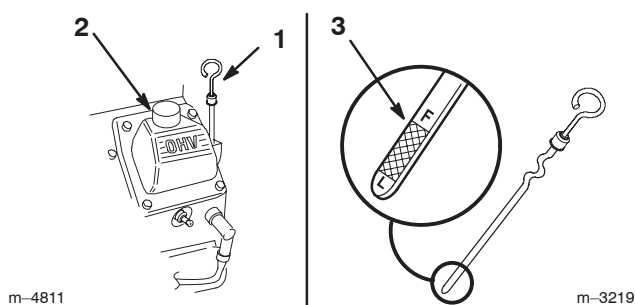

Figure 39
3. Nettoyez la surface autour de la jauge d'huile (Fig. 39) pour éviter que des impuretés ne s'introduisent dans le goulot de remplissage, ce qui risquerait d'endommager le moteur.
4. Sortez la jauge d'huile et essuyez soigneusement l'extrémité métallique (Fig. 39).
5. Enfoncez la jauge complètement dans le goulot de remplissage. Sortez de nouveau la jauge et examinez l'extrémité métallique (Fig. 39). Si le niveau est bas, versez lentement une quantité d'huile suffisante dans le goulot de remplissage pour amener le niveau au repère du plein (F).
5. Versez lentement environ 80% de la quantité d'huile spécifiée dans le goulot de remplissage (Fig. 39) (voir Entretien de l'huile moteur, page 34).
7. Faites l'appoint avec précaution jusqu'à ce que le niveau atteigne le repère du plein (F).